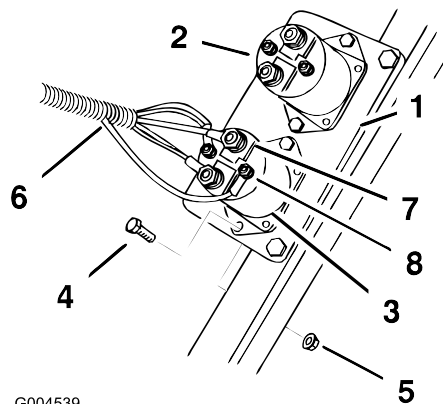

Bild 7
2. Befestigen Sie die Spule mit zwei Schrauben (Nr. 10 x 3/4 Zoll) und zwei Muttern (Nr. 10) an der vorhandenen Platte, wie in Bild 7 dargestellt.